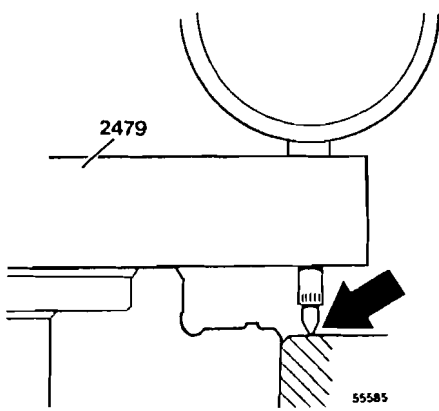

Fig. 101
- 28 Colocar un comprobador en la herramienta 2479 y montar ésta en la camisa. Poner a cero el comprobador sobre el plano del bloque, según la fig. 101.